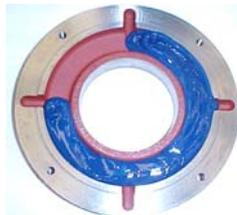

Figura 7.6: Coppa esterna del cuscinetto
- Riempire fino a $\frac{3}{4}$ i depositi interni ed esterni delle coppe dei cuscinetti con il grasso raccomandato (Figura 7.6) e lubrificare il cuscinetto con grasso in quantità sufficiente prima di assemblarlo;